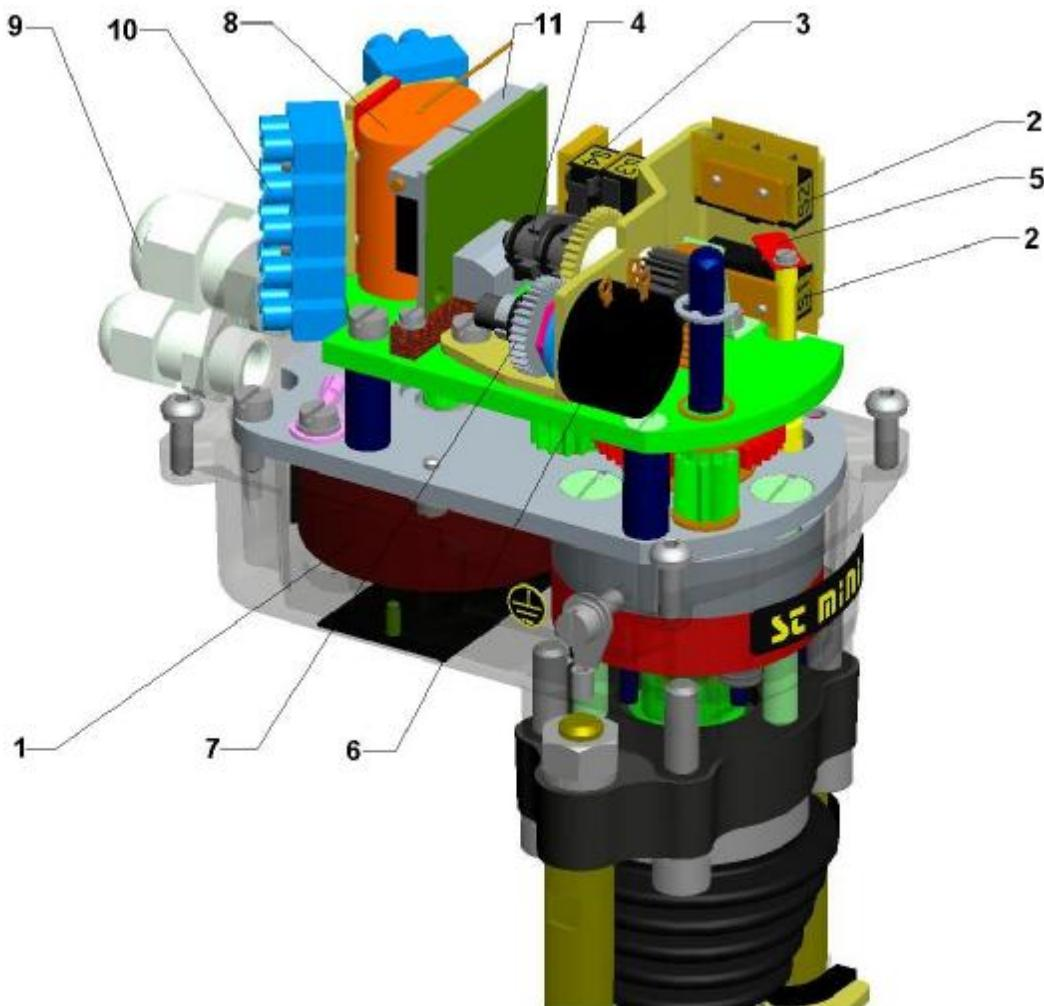

Рис.1
Приводной частью прибора (рис.1) является электродвигатель (1), который питается и управляется двумя силовыми выключателями (2). Силовые выключатели включаются пальцем (5). Выключатели положения (3) включаются движением кулачков (4). В случае выключения электрической энергии или неисправности выключателя прибора может управляться вручную. Прибор управляет приведением напряжения на соответствующие клеммы прибора. При приведении напряжения на клеммы 1 и 12 двухсилового изготовления (силовые выключатели S1 и S2) или 1 и 20 в случае односилового изготовления (выключатель положения S3 и силовой выключатель S2), выходная часть прибора осуществляет прямолинейное движение в направлении „открыто“. Движение в направлении „закрыто“ осуществляется приводом напряжения на клеммы 1 и 16 или 1 и 24 на основании конкретной схемы включения.